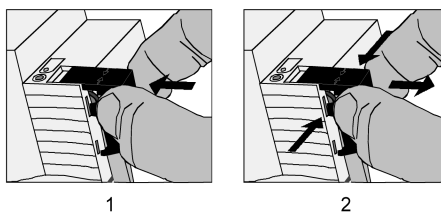

Figure 5: Poser/retirer le capuchon de protection
- Poser le capuchon de protection (A) : pousser le capuchon de protection sur la borne de bus (voir figure 5) jusqu'à ce qu'il s'enclenche de manière audible.
- Retirer le capuchon de protection (B) : Pour retirer le capuchon de protection, le presser légèrement sur le côté et le tirer vers l'avant.